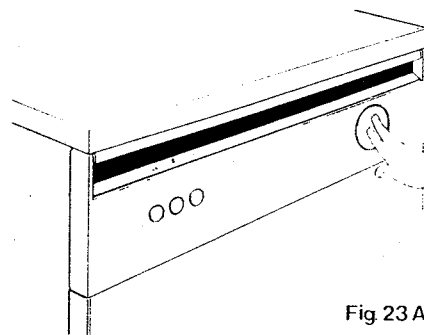

Fig. 23 A
- a) Wenn der Drehknopf 6 (Abb. 23) in seinem Sitz untergebracht ist, drücken Sie ihn um ihn von seinem Sitz herauszuziehen und um das Programm zu wählen (Abb. 23A und 23B).
- b) Den Druckknopf für Starkvorgang 2 (Abb. 23) oder für kalten Nachspülgang 3 (Abb. 23) (wenn in Programm vorgesehen) betätigen.
### comandi (Fig. 23)